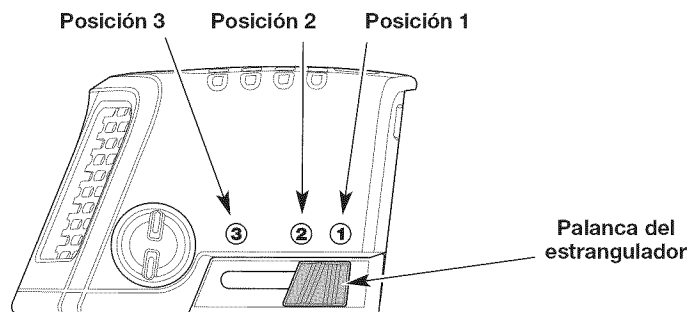

Fig. 11
4. Coloque la palanca del estrangulador en la **Posición 1** (Fig. 11).
7. Siga apretando el control del acelerador. Coloque la palanca del estrangulador en la **Posición 2** (Fig. 11).
10. Siga apretando el control del acelerador. Pase la palanca del estrangulador a la **Posición 3** (Fig. 11) y siga calentando el motor durante 60 segundos más. Se puede usar la unidad durante este período.
8. Siga apretando el control del acelerador. Coloque la palanca del estrangulador en la **Posición 2** (Fig. 11).
12. Siga apretando el control del acelerador. Pase la palanca del estrangulador a la **Posición 3** (Fig. 11) y siga calentando el motor durante 60 segundos más. Se puede usar la unidad durante este período.